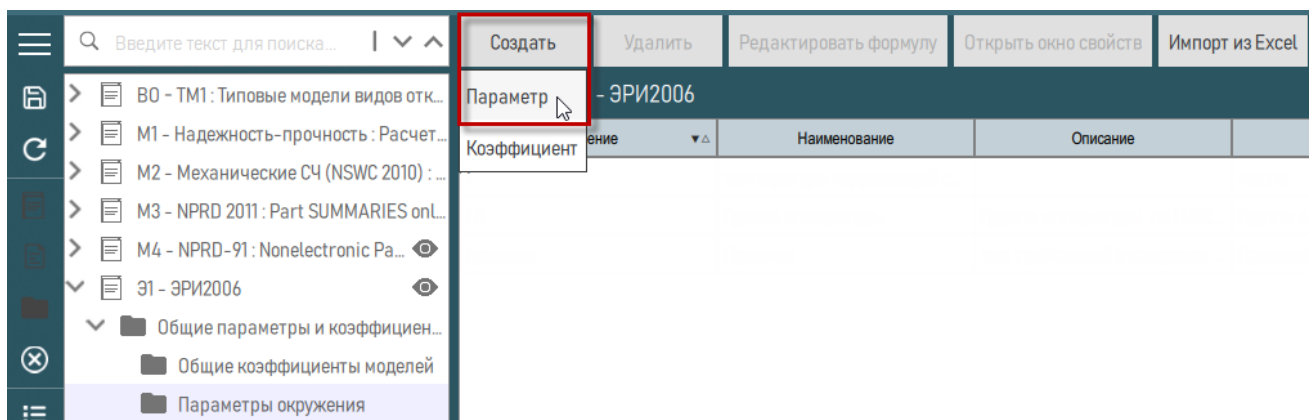

Рисунок 75 – Создание параметра
2) На панели инструментов в правой рабочей области нажать кнопку «Создать», в раскрывающемся меню выбрать пункт «Параметр» (рисунок 75).